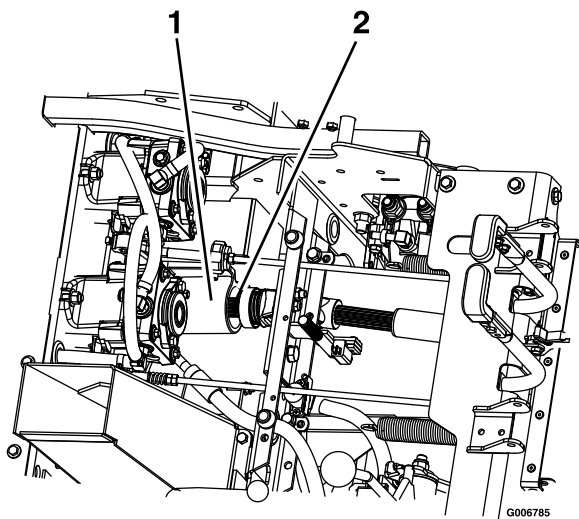

Figura 80
9. Sbloccate il sedile e scollegate l'albero di trasmissione, utilizzando il giunto ad accoppiamento rapido nel contralbero (Figura 80). Fate riferimento a Sblocco del sedile \(pagina 25\)
5. Installate l'albero motore sul contralbero (Figura 80).